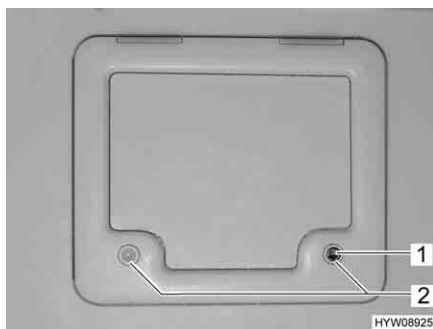

Fig. 18 Sportello per serbatoio fecale/gavone
- Inserire la chiave nel cilindro della serratura a pressione (Fig. 18,1) e ruotare di un quarto di giro.
- Premere contemporaneamente con i pollici entrambe le serrature a pressione (Fig. 18,2) e aprire lo sportello del serbatoio fecale.
- Inserire la chiave nel cilindro della serratura (Fig. 18,1) e ruotare di un quarto di giro.